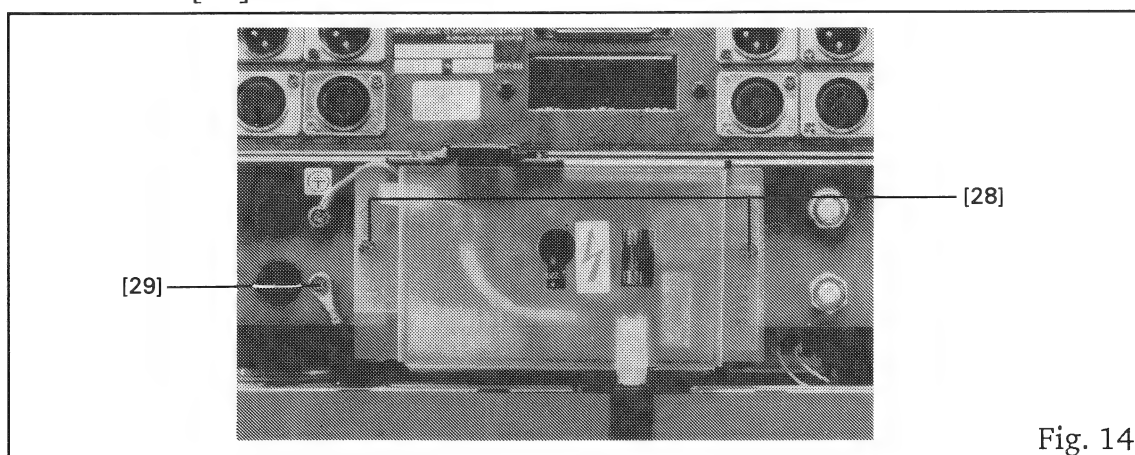

Fig. 14
- 2 Printbefestigungsschrauben [28] (Fig.14) lösen.